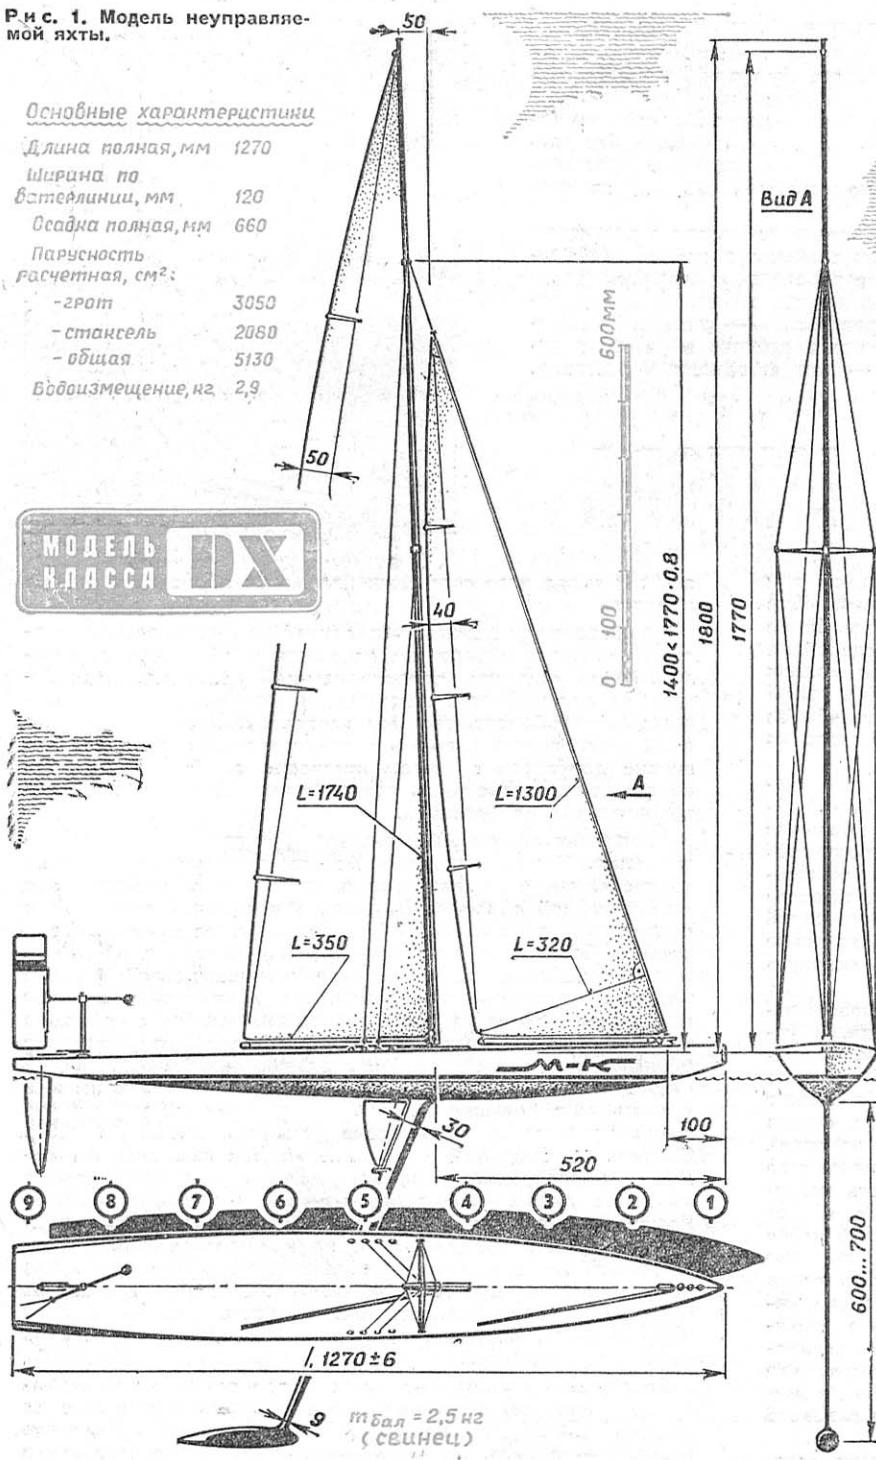

Рис. 2. Теоретические обводы корпуса модели яхты (размещение шпангоутов соответствует рис. 1).
Как и говорилось в упомянутой статье, прежде всего значительно уменьшили площадь выкройки корпуса. Таким образом не только срезалась абсолютно ненужная большая часть (надводная) корпуса, но и одновременно появилась возможность дальнейшего снижения массы при уменьшенных сечениях шпангоутов и повышенной общей жесткости тонкостенного корпуса! В отличие от уже опубликованной «лодки» шпангоутные сечения стали размещаться несколько реже. Это хорошо видно, если сравнить обводы «корпуса» в «М-К» № 8 за 1985 год и новые (рис. 2).
1. Позиция кодируется таблицей 12288 [3000] из 64 байт (рис. 2).
Рокировку должна выполнять СП. Это можно сделать следующим способом. Записать в таблицу (рис. 2) позицию, из которой нужная позиция получается после какого-либо хода короля или ладьи, и этот ход передается ПВХ.